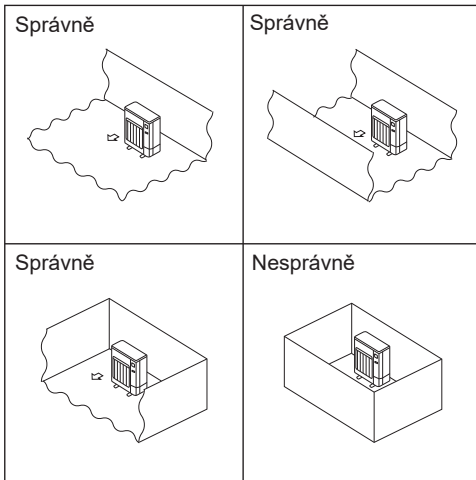

Fig. 2-2
- Venkovní jednotky instalujte na místa, kde je alespoň jedna z jejich čtyř stran otevřená a prostor je dostatečně velký a bez prohlubní. (Fig. 2-2)